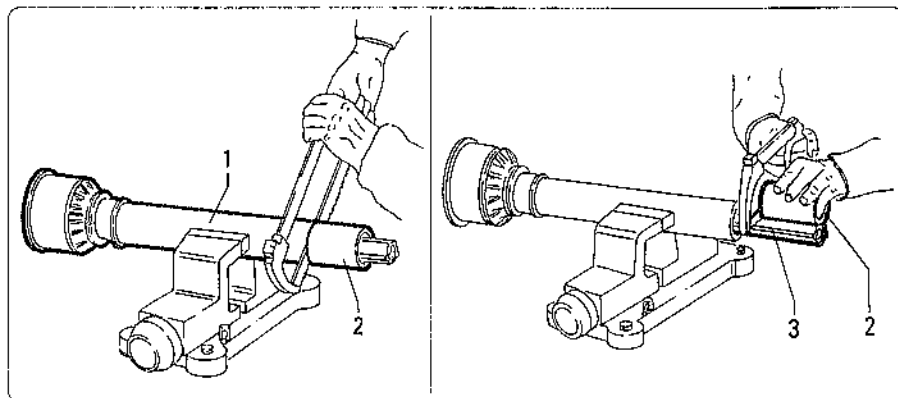

fig. 4.2.1
- Mit einem Faserstift anzeichnen, wo die beiden Wellenhälften durchzusägen sind. Dazu wie in Abb. 4.2.1 gezeigt 25 mm vom Beginn jeder Wellenhälfte messen.